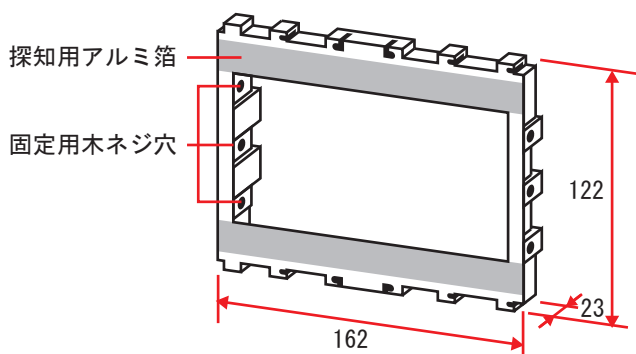

図 1 はさみ金具（例：らくワーク）
- (1) 室内リモコンを取り付ける場所を決めます。はさみ金具（例：らくワーク）の寸法に合わせて決めてください（図 1）。